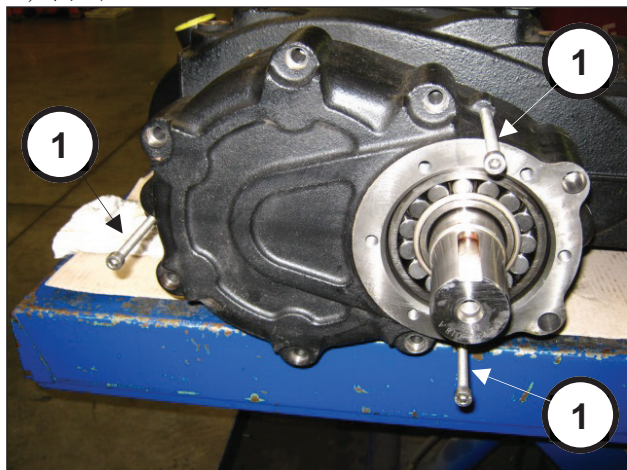

图 6
通过提取器在专用孔中定位3个螺纹螺栓或螺丝M8（部件号①，图 6）。